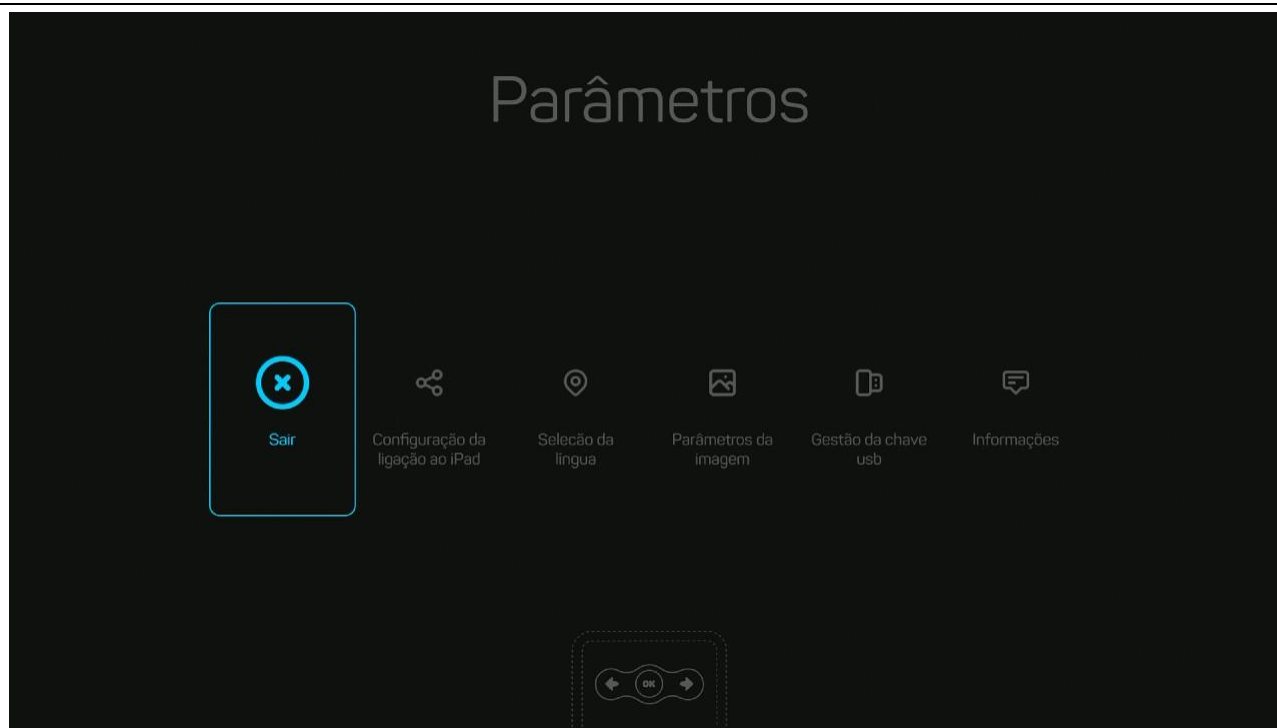

Figura 9 : Menu Configurações
- Para configurar o dispositivo, no menu de boas-vindas, selecione Configurações para acessar o menu Configurações (consulte Figura 9).